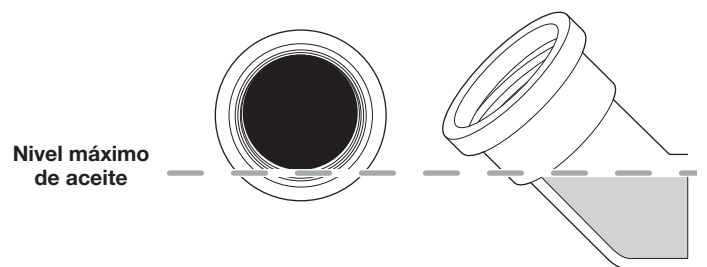

Fig. 19
5. Observe el interior del orificio de llenado de aceite; use una linterna si es necesario. **El nivel de aceite sólo debe tocar la rosca inferior del orificio de llenado de aceite** (Fig. 19). Si el nivel de aceite es demasiado bajo, agregue aceite al orificio de llenado de aceite hasta que el nivel de aceite toque la rosca inferior del orificio de llenado de aceite.